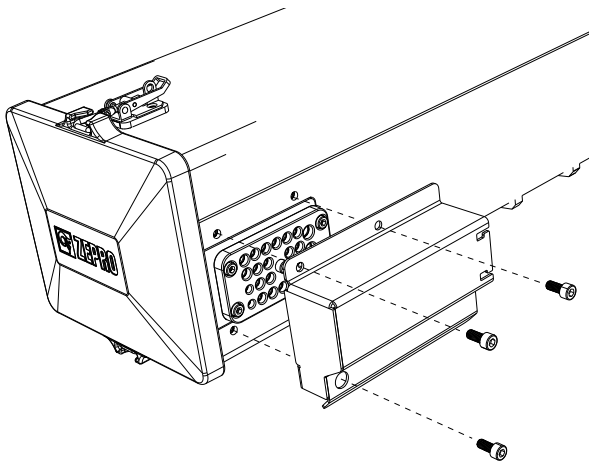

Abb.69. Die Schutzabdeckung der Kabeldurchführung ist mit drei Schrauben befestigt.
1. Entfernen Sie die mit drei Schrauben befestigte Schutzabdeckung der Kabeldurchführung, siehe Abb.69.
2. Bringen Sie die Schutzabdeckung der Kabeldurchführung mit den drei dazu gehörenden Schrauben wieder an, siehe Abb.69.